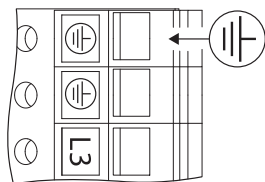

Fig. 26: Dodatno uzemljenje
- Zbog povećane struje curenja kod motora preko 11 kW, prema direktivi EN 61800-5-1:2008-04, mora se dodatno priključiti ojačano uzemljenje (vidi Fig. 26).